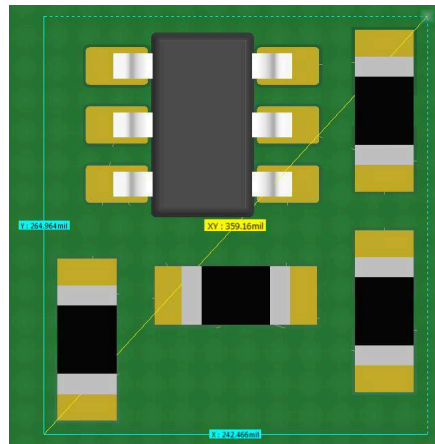

图 2-2. TPS3701 示例布局
- TPS3701**：这款具有宽输入电压 (V_{in}) 范围的电压检测器可监控高达 36V 的电压，典型监控精度为 0.25%。该器件采用 6 引脚 SOT 封装，尺寸为 2.9mm x 1.6mm，只需三个外部电阻器即可设置故障阈值，并需要至少一个外部上拉电阻器来提供开漏输出，如图 2-2 中所示。TPS3701 通过便捷的单器件解决方案来提供欠压和过压监控功能。